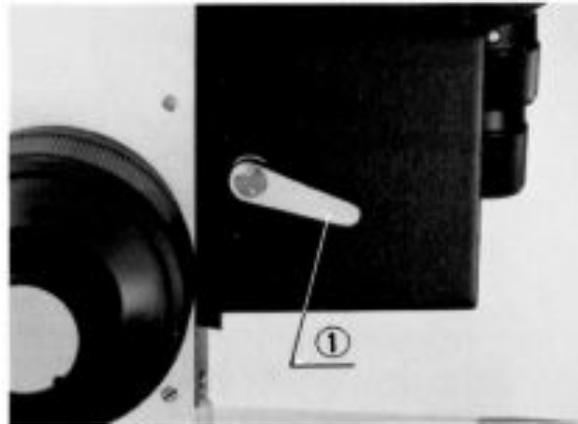

Figura 37: Palanca de bloqueo.
- Además del movimiento vertical de la platina mediante ajustes gruesos y finos, el bloque de platina se puede mover a una altura óptima después de aflojar la palanca de bloqueo del bloque de platina. La altura máxima de la muestra es de 55 mm para los objetivos estándar y de 37 mm para el contraste de interferencia diferencial, como se muestra en la figura 37.